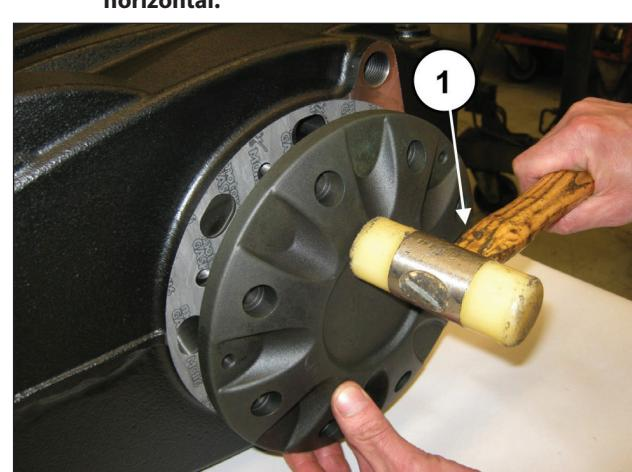

Fig. 61
Monte a cobertura do rolamento (e relativos forros), usando um mecanismo de percussão (pos. ①, Fig. 61)